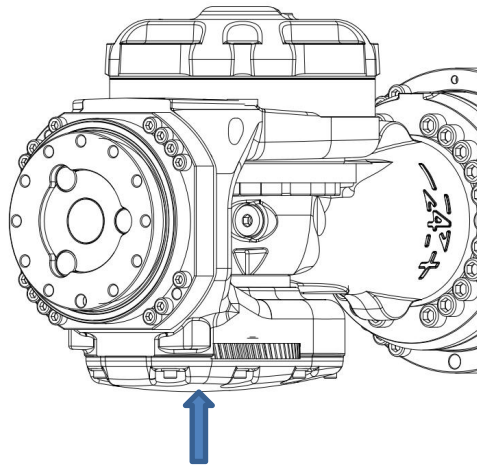

图6-9：机器人A6轴排油示意图
- (1) 将小臂调整至平行于地面状态，将6轴油口转至向下状态（如图6-9）。